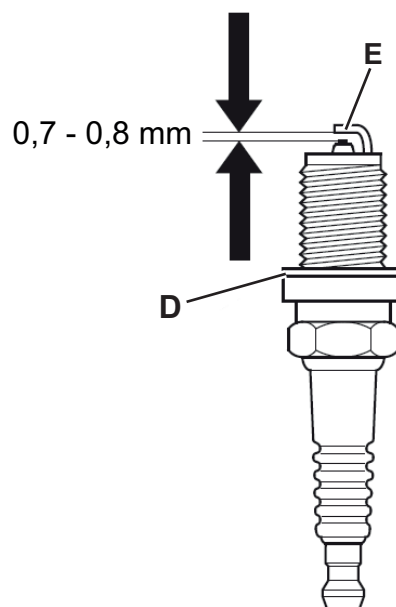

Рис. 28
2. Поверните ключ зажигания (51) в положение «0».
3. Откройте крышку двигательного отсека (19) и надежно закрепите его с помощью опорного стержня (47).
4. Приподнимите и снимите панель правой стороны (31).
5. Отсоедините крышку свечи зажигания (А, Рис. 28) и удалите грязь, скопившуюся вокруг свечи (В).
7. Проверьте свечу зажигания. Поврежденные, грязные свечи, а также свечи с поврежденной гайкой уплотнения (D) или изношенным электродом необходимо заменить.